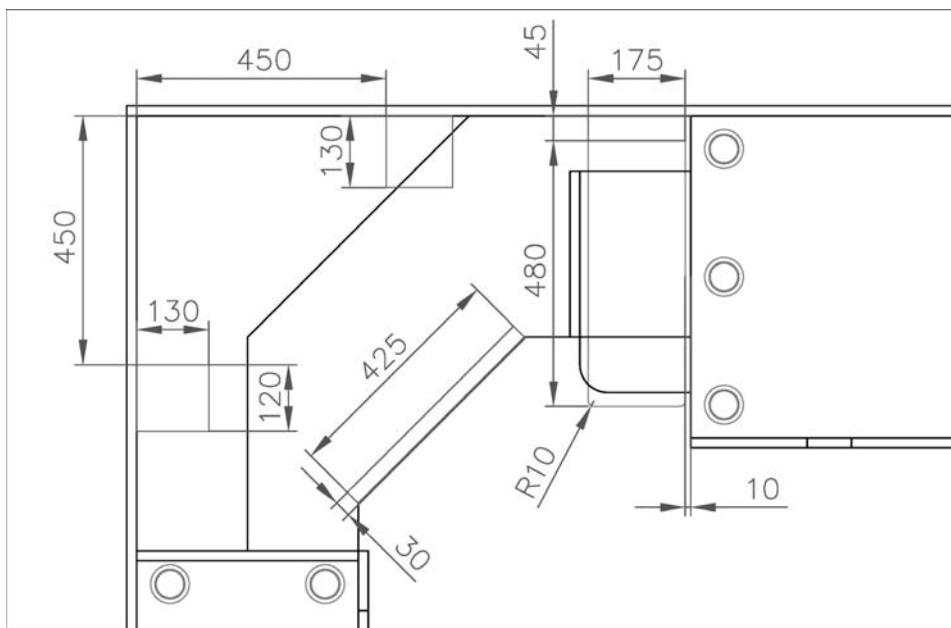
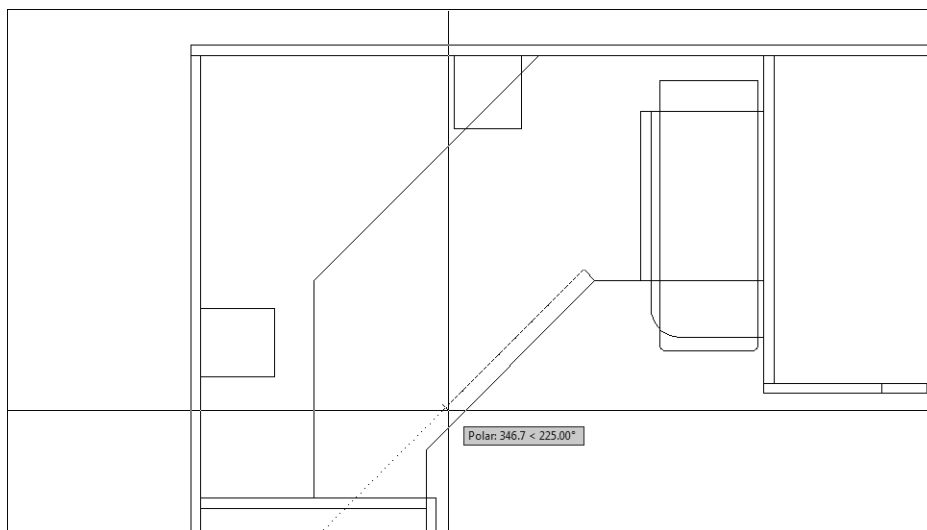
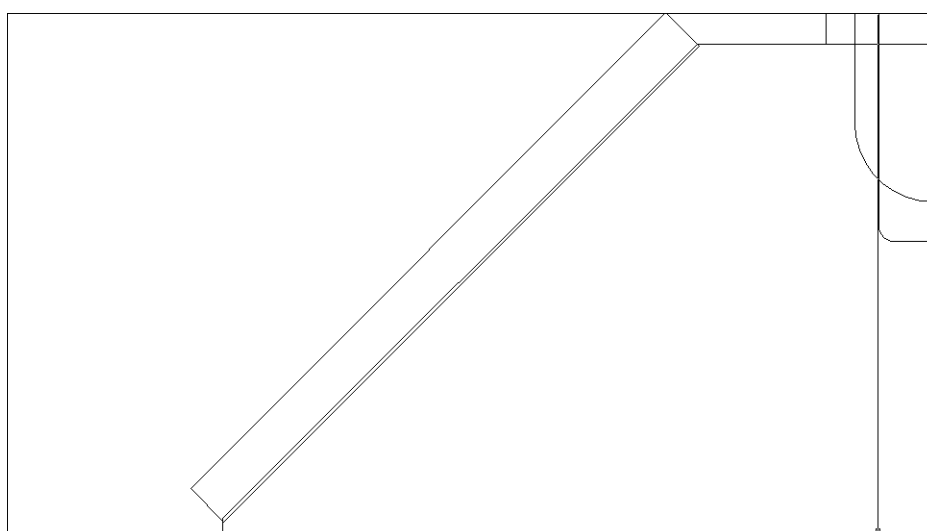

Рис. 5.2. Размеры прямоугольных конструктивных элементов и оборудования, расположенных в угловой части рабочей зоны
Рис. 5.13. AutoCAD в режиме POLAR распознал направление второго сегмента под углом  $90^\circ$  к первому
Рис. 5.14. Контур порожка смещен относительно контура полки на 2мм
Мы начнем работу над перечисленными выше объектами, отталкиваясь не от размещения соответствующих элементов рабочей зоны по высоте, а от формы и расположения их на виде сверху. Такой подход позволит нам обсудить сходные инструменты и приемы черчения, а также хорошо увидеть, в чем они отличаются. В частности, на рис. 5.2 приведены размеры прямолинейных элементов, которые сосредоточены в угловой части рабочей зоны: полочек стоек под компакт-диски, порожка нижней полки и системного блока.
Полочки имеют прямоугольную форму и одинаковые размеры (120×130 мм). На рис. 5.2 показаны оба размера только одной полочки, поскольку для второй достаточно указать лишь один размер и расстояние от других элементов чертежа. Порожек имеет длину 425 мм и ширину 30 мм. На рис. 5.2 это не показано, чтобы не загромождать чертеж лишними размерами, но нижняя граница контура порожка не совпадает с линией нижней угловой полки, а выступает за последнюю на 2 мм, чтобы учесть толщину порожка, имеющего в сечении Г-образный профиль. Чертеж системного блока представляет собой прямоугольник размером 175×408 мм, отстоящий от стенки большой тумбы на 10 мм и от задней стенки рабочей зоны на 45 мм. Линия, обозначающая ребро лицевой грани системного блока, сопряжена с вертикальными линиями прямоугольника с радиусом 10 мм.
Как видно из рис. 5.2, полочки стоек компакт-дисков расположены симметрично и имеют одинаковые размеры. Логично предположить, что можно создать их с помощью одинаковых приемов черчения или вообще получить второй экземпляр соответствующего объекта путем копирования или зеркального отображения. Однако мы
2. С помощью инструмента `Zoom Window` (Показать рамкой) измените масштаб просмотра так, как это показано на рис. 5.2 (окружности, обозначающие на чертеже декоративные опоры малой и большой тумб, на вашем чертеже, естественно, пока отсутствуют).
8. Введите в командном окне **130** (как видно из рис. 5.2, это длина прямоугольника, который нам нужно начертить).
1. Запустите инструмент Line (Отрезок), а затем щелкните на кнопке Snap From (Смещение) (☐) панели инструментов Object Snap (Объектная привязка) (или воспользуйтесь аналогичной командой контекстного меню, открываемого при щелчке *правой* кнопкой мыши с нажатием клавиши <Shift>). В командном окне после обычного приглашения команды LINE (Specify first point:) (\_line Первая точка:) появится команда запуска соответствующего режима привязки, автоматически введенная AutoCAD (\_from), а затем первое приглашение этой команды (Base point:)(\_from Базовая точка:). Иными словами, после включения режима Snap From (Смещение) сначала нужно задать точку, которая будет использоваться в качестве базовой. В нашем случае мы знаем расстояние от левого угла рабочей зоны до левой вертикальной линии контура вычерчиваемой полочки, которое составляет 450 мм (см. рис. 5.2). Поэтому логично в качестве базовой выбрать именно верхнюю точку внутренней вертикальной границы левой боковой стенки рабочей зоны, от которой на рис. 5.2 отсчитывается расстояние до контура полочки правой стойки.
4. Добившись появления пунктирной линии, введите в командном окне **10** (как видно из рис. 5.2, контур системного блока отстоит от контура большой тумбы на 10 мм).
5. Как вы помните из главы 2, расстояние между тумбой системного блока и задней стенкой рабочей зоны составляет 100 мм (см. рис. 4.3), а между системным блоком и задней стенкой — 45 мм (см. рис. 5.2). Поэтому переместите указатель-перекрестие вверх от полученной точки (рис. 5.9) и введите **55** ( $100 - 45 = 55$ ).
6. Дальнейшие операции создания контура системного блока, благодаря режиму **ORTHO**, тривиальны: переместите указатель-перекрестие влево и введите **175**, затем переместите указатель-перекрестие вниз и введите **480**, после чего переместите указатель-перекрестие вправо и введите **175** и, наконец, введите **CLOSE** (ЗАКРЫТЬ) или просто **C** (3) для получения замкнутого прямоугольного контура. Выполнение команды **LINE** на этом завершится.
на 2 мм (на рис. 5.2 это смещение не показано). Для этого вы познакомитесь с новым режимом, который напоминает режим ORTHO, но применительно к объектам, расположенным под углом.
7. AutoCAD создаст первый сегмент ломаной линии, расположенный под углом 45°, длиной 28 мм. Переместите указатель-перекрестие влево и вниз от второй точки полученного сегмента также примерно под углом 45°. Добившись изображения, представленного на рис. 5.13, введите в командном окне **425** (см. рис. 5.2).
10. Введите **CLOSE** (ЗАКРЫТЬ) или **C** (3) для автоматического завершения контура порожка.
11. Убедитесь с помощью инструмента Zoom Window (Показать рамкой) в том, что контур порожка создан правильно и выступает за контур нижней полки на 2 мм (рис. 5.14).